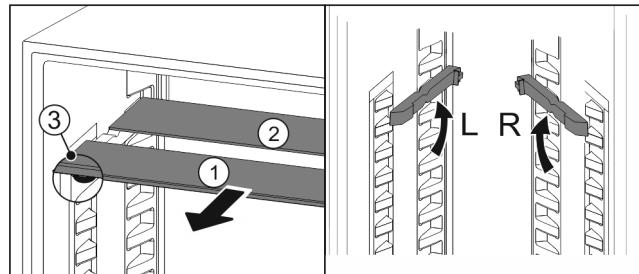

Fig. 85
- Extragăti Fig. 85 (1) pe rând plăcile de sticlă spre înainte.
- ▷ Placa de sticlă Fig. 85 (1) cu șipca decorativă se află în față.
- ▷ Opritoarele Fig. 85 (3) indică în jos.